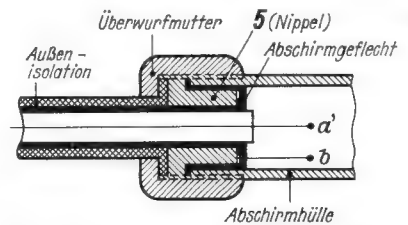

Bild 6. Schnitt durch die Kabeleinführung
In der Nähe von Mannheim wurde der Feldberg - Sender empfangen. Vor der Hauswand a (Bild 6) ergab sich eine Spannung von 300  $\mu$ V. In der Dachluke des Hauses war die Spannung eben so hoch.
Innerhalb des Dachbodens herrschten überall ungefähr 150  $\mu$ V. In den darunterliegenden drei Stockwerken wurden wesentlich geringere Spannungen gemessen. In den Parterrräumen waren nur noch 10  $\mu$ V festzustellen. Beachtlich dürfte sein, daß die Spannung an den Fenstern jeweils etwa auf den doppelten Wert der weiter innen gemessenen Spannung anstieg und zwar auch an solchen Fenstern, die auf der dem Sender abgewandten Seite des Hauses liegen. Im Hof ergaben sich rund 30  $\mu$ V (in Bild 6 angekreuzt). Die Polarisationssebene blieb an allen Stellen ungefähr waagrecht.
6. Kabelseele freilegen und mit Punkt b verbinden. Damit ist die vollständige Schaltung hergestellt. Die ganze Anordnung wird nun von der Tastspitze aus mit einem Glasrohr überzogen. Ein passender Isolierschlauch erfüllt den gleichen Zweck. Die nun schon ziemlich stabile Konstruktion wird in die Abschirmhülle eingeführt, wobei der Nippel, Teil 5, das Abschirmgeflecht gegen die Rohrwandung preßt und damit Hülle und Kabelabschirmung leitend miteinander verbindet (Bild 6). Überstehendes Geflecht wird abgeschnitten und die Überwurfmutter aufgeschraubt. Durch die zwischen Mutter und Nippel eingeklemmte Außenisolation wird das Kabel zugentlastet. Antennenkabel ist gegen Knickbeanspruchung recht unempfindlich. Ein besonderer Knickschutz ist daher nicht erforderlich, kann aber in Form einer passenden Spiralfeder angebracht werden.